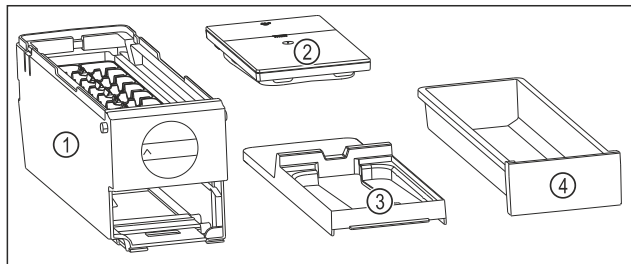

Fig. 214 Części dla EasyTwist-Ice
- ▶ EasyTwist-Ice jest rozłożony na cztery części. (patrz Fig. 214)
- ▶ Należy demontować EasyTwist-Ice wyłącznie na przedstawione części. (patrz Fig. 214)
- ▶ Czyścić korpus EasyTwist-Ice Fig. 214 (1) w całości.